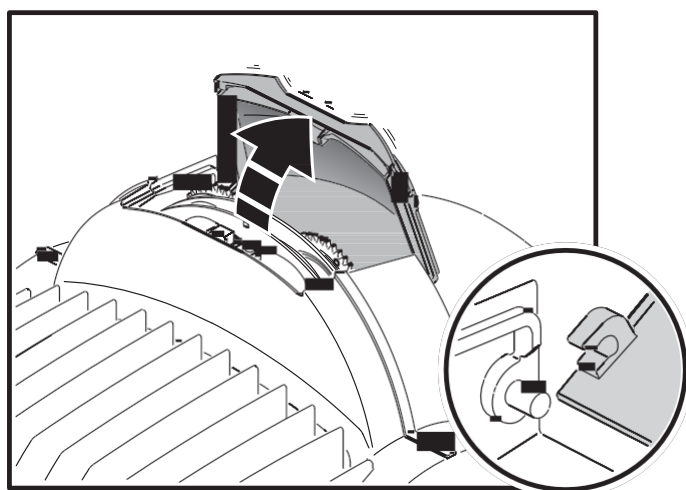

Рисунок 9. Смотровой люк эффектов
Люк эффектов прибора MAC 350 Entour (см. рис. 9) дает мгновенный доступ к блендам и цветным фильтрам. Как только люк открывается, поворот по горизонтали/вертикали отключается, и на дисплее прибора появляется **EFNA (ЛЮК ЭФФЕКТОВ)**.
2. См. рисунок 9. Откройте смотровой люк эффектов.